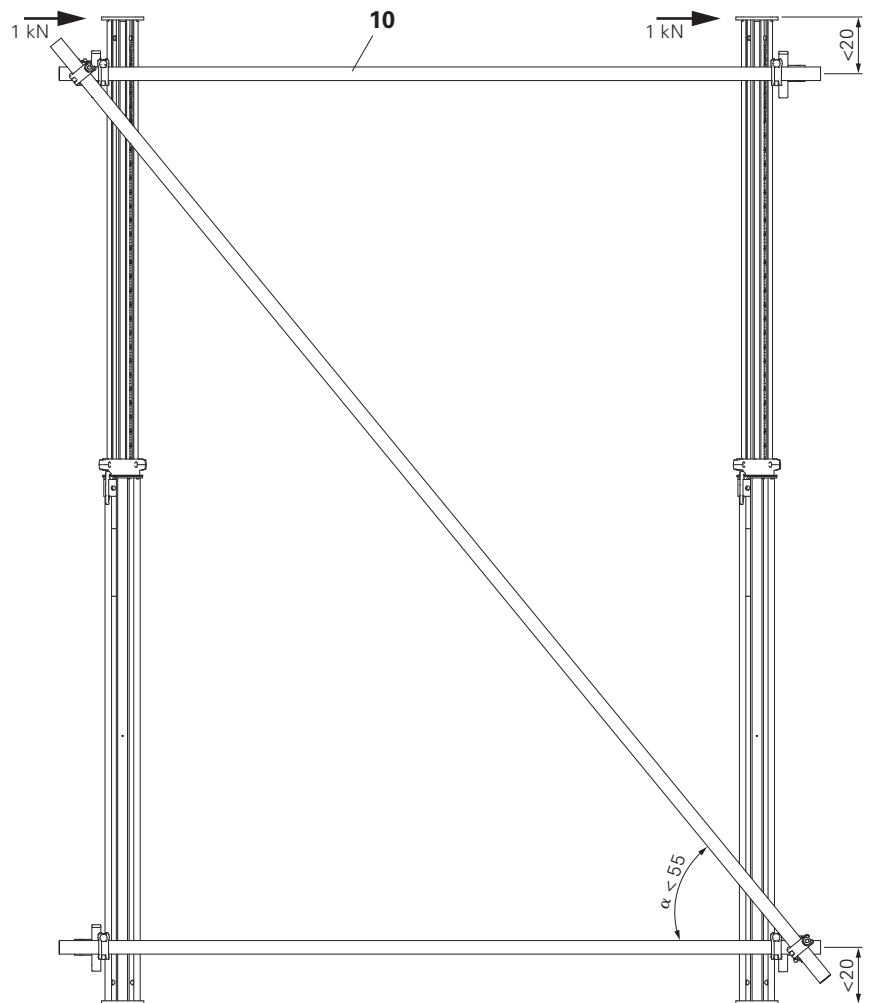

Fig. B1.01
- Vengono integrati in pannelli e torri per stabilizzare i MULTIPROP MP. (Fig. B1.01)